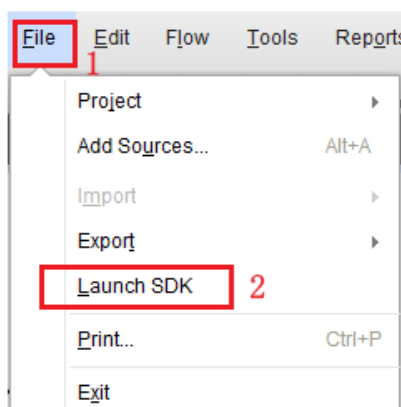

图 1-8 进入 SDK 软件
2. 进入 SDK 软件，点击 File->Launch SDK，如下图 1-8 所示。